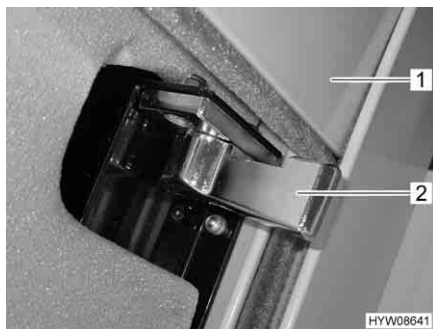
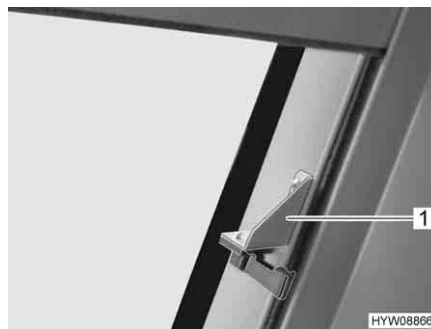
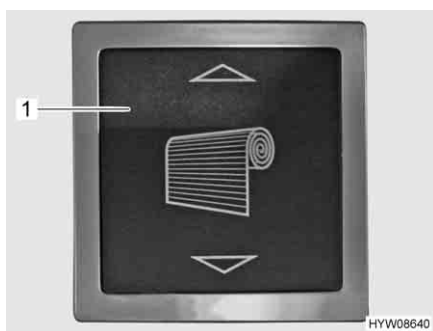
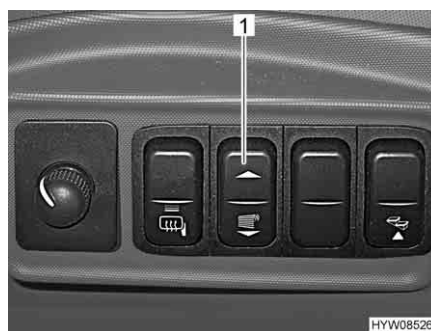

Fig. 65 Chiusura di sicurezza (oscurante a rullo)
Fig. 66 Chiusura di sicurezza aggiuntiva (oscurante a rullo)
Fig. 67 Pulsante basculante per oscurante a rullo (vano abitabile)
Fig. 68 Pulsante basculante per oscurante a rullo (cruscotto)
- Sui entrambi i lati, ruotare spingendo in avanti le chiusure di sicurezza (Fig. 65,2 o Fig. 66,1).
- Premere e tenere premuto il pulsante basculante (Fig. 67,1 o Fig. 68,1), finché l'oscurante a rullo (Fig. 65,1) ha raggiunto la posizione desiderata.
- Premere e tenere premuto il pulsante basculante (Fig. 67,1 o Fig. 68,1) finché l'oscurante a rullo (Fig. 65,1) ha raggiunto la posizione più alta.
- Su entrambi i lati, ruotare spingendo all'indietro la chiusura di sicurezza (Fig. 65,2 o Fig. 66,1).